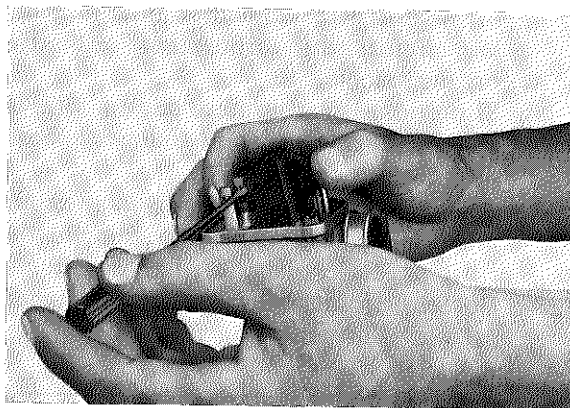

Fig. 4-2-16
- f. To correct float arm height, bend the tang a slight amount as required. (Fig. 4-2-16)
- f. Le réglage du niveau s'effectue en courbant légèrement la lamelle du flotteur (Fig. 4-2-16).
- f. Um die Schwimmerhalterhöhe zu berichtigen, ist der Arm leicht nach den Erfordernissen zu biegen. (Fig. 4-2-16) Beide Arme des Schwimmerhalters müssen dieselbe Höhe aufweisen, anderenfalls muß eine Berichtigung vorgenommen werden.